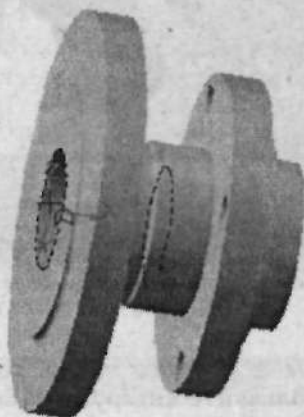

Рис. 3.23. Выделите внутреннюю полость детали *Основание*
6. Щелкните по кнопке **Соосность** на панели инструментов **Сопряжения** и добейтесь такого расположения курсора мыши, чтобы была выделена внутренняя полость **Основания** (рис. 3.23). После этого, не перемещая курсора, щелкните левой клавишей мыши — один элемент выделен.